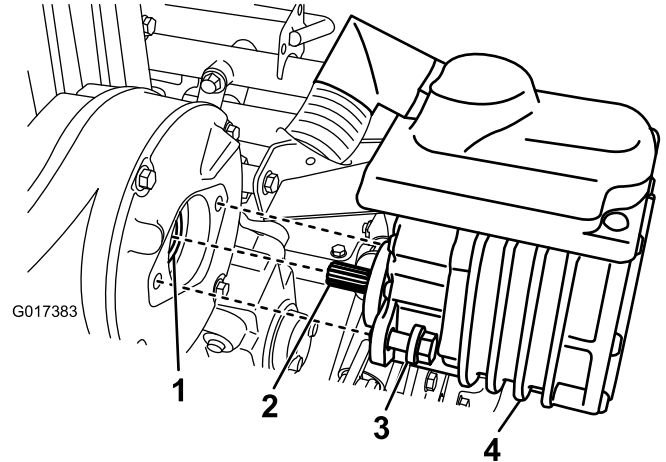

Bild 35
2. Entfernen Sie die zwei Schrauben, mit denen der Motor am Getriebegehäuse befestigt ist (Bild 35).
4. Bringen Sie ein oder zwei Pumpenstöße von der Fettpresse auf die Innengewindekupplung im Getriebegehäuse auf (Bild 35).